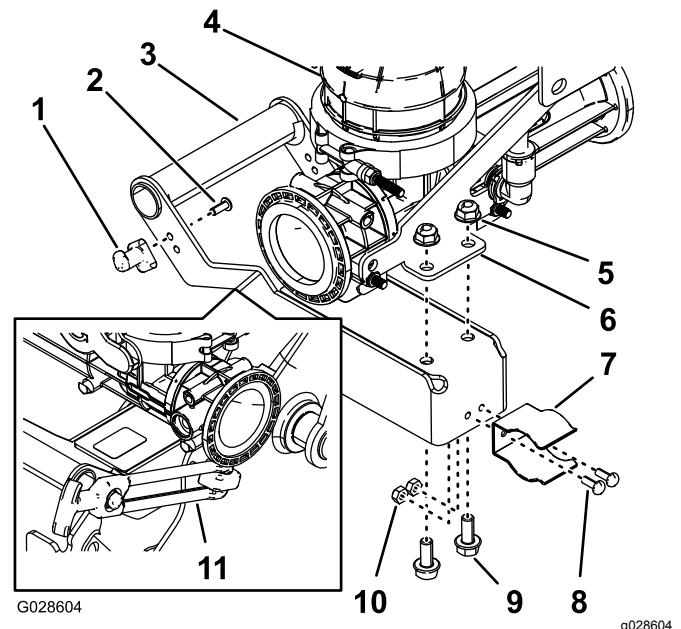

Figura 21
2. Instale el clip de resorte en la manija del eyector (Figura 21) con los 2 pernos (Nº 10-24 x 1/2") y 2 contratuerca (Nº 10-24).
3. Instale la manija en la chapa de montaje del eyector (Figura 21) con dos pernos con arandela prensada (5/16" x 3/4") y contratuerca con arandela prensada (5/16").
1. Monte el espárrago del cierre en la manija del eyector (Figura 21) usando dos tornillos de cabeza hueca (Nº 10-24 x 1/2").